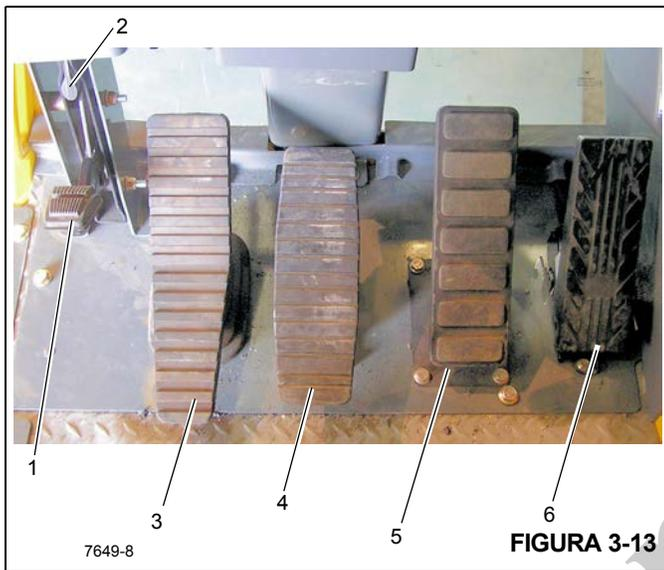

FIGURA 3-13
Números dos itens da Figura 3-13
O pedal da trava contra giro de 360° (1) (Figura 3-13) está localizado no lado esquerdo do piso da cabine do guindaste. O pedal é usado para acionar a trava contra giro para impedir que a torre gire. Para liberar a trava contra giro, puxe a alavanca de liberação da trava contra giro de 360° (2).
O pedal do freio de giro (3) (Figura 3-13) localiza-se no lado esquerdo do piso da cabine. O pedal do freio de giro é usado para acionar o freio de giro para diminuir ou interromper o movimento de giro. A frenagem é proporcional ao pressionamento do pedal. Com o pedal não pressionado e a válvula de controle do freio de giro desengatada, a pressão hidráulica é aplicada ao freio vencendo a pressão da mola e soltando o freio. Pressionar o pedal aciona a válvula do freio de giro a vácuo para aplicar pressão no conjunto do freio. Essa pressão auxilia a pressão da mola a vencer a pressão hidráulica aplicada no circuito de liberação do freio e aplica o freio de mola de acordo com a pressão da válvula do freio de giro a vácuo.
O pedal de controle do telescópio (4) (Figura 3-13) é fornecido quando o guindaste está equipado com um guincho auxiliar. Localiza-se no lado esquerdo do piso da cabine. Empurrar a parte superior do pedal para frente estenderá a lança e empurrar a parte inferior do pedal para baixo retrainá a lança.
O pedal do freio (5) (Figura 3-13) é o segundo pedal a partir da direita no piso da cabine. Pressionar o pedal controla o acionamento dos freios de serviço.
O pedal do acelerador (6) (Figura 3-13) localiza-se abaixo do módulo do mostrador do RCL, no piso. Ele é usado para controlar a rotação do motor, que aumenta ou diminui proporcionalmente com a pressão aplicada no pedal. O pedal é conectado eletricamente ao módulo de controle da superestrutura que envia o sinal ao ECM do motor através do data link J1939.